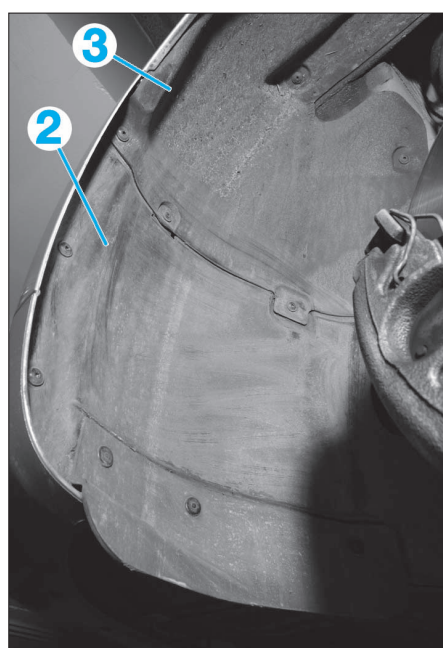

FIG. 2
- la partie avant (2) des protections de passage de roue avant gauche et droit (Fig.2).
- partiellement la partie arrière (3) des protections de passage de roue avant gauche et droit.